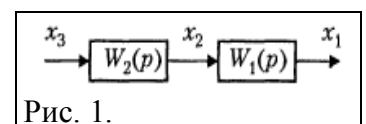

Рис. 1.
**Последовательным** называют соединение звеньев, при котором выходная величина предыдущего звена является входной для последующего (рис. 1). При известных передаточных функциях звеньев: